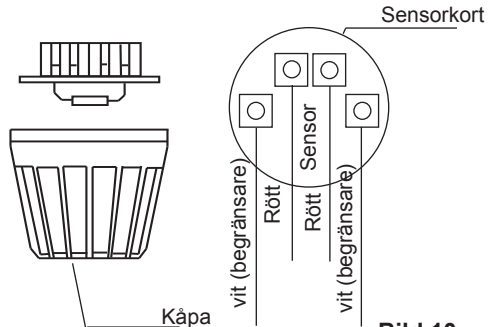

Bild 10
3. Led sensorkablarna genom det borrade hålet och anslut sensorledningen enligt bild 10.
4. Kläm fast ledningarna för begränsaren (vit) och temperatursensorn (röd) enligt bild 10 på sensorkortet. Haka sedan i sensorkortet i huset.